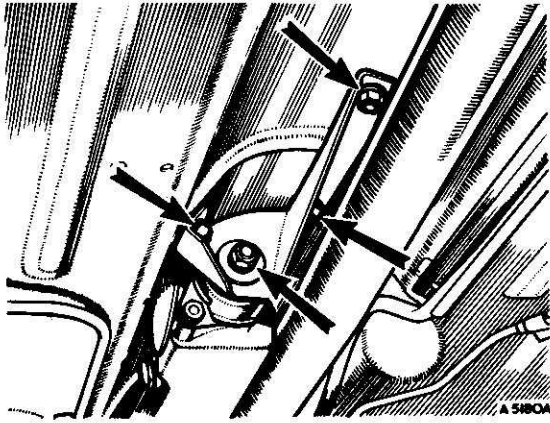

Fig. A.12
- (1) Eseguire le operazioni (1) a (9) e (16) della Sezione A.12.
- (2) Staccare il motorino dell'aria fresca (eventuale).
- (3) Scollegare il tubo del manometro dell'olio.
- (4) Togliere la calotta del distributore d'accensione.
- (5) Staccare i carburatori e i filtri di aspirazione d'aria (Ved. le Sezioni A.1 e A.2).
- (6) Staccare il tubo di scarico (Ved. la Sezione A.3).
- (7) Rimuovere i tre bulloni d'ancoraggio del corpo posteriore del cambio (Fig. A.12).
- (8) Svitare l'impugnatura della leva del cambio ed estrarre le viti assieme alla cuffia di protezione ed al coperchio del supporto.
- (9) Staccare il corpo posteriore. Scollegare il tubo della pressione ed il tubo idraulico dal servofreno (Cooper S).